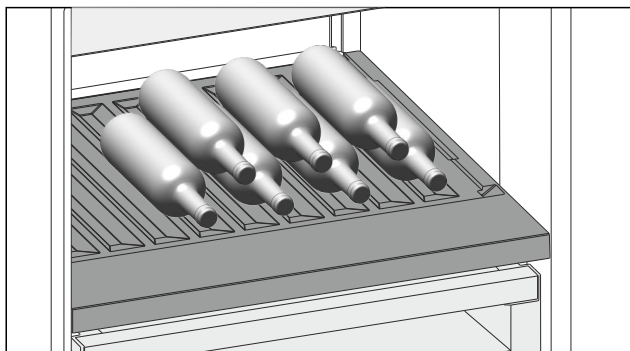

Fig. 128 Ilustrační zobrazení
- Láhve ukládejte dnem dozadu k zadní stěně. (viz Fig. 128)